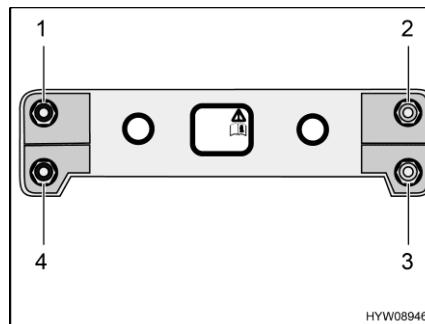

Fig. 17 Valvole di riempimento di emergenza
Nel vano motore sono installate quattro valvole di riempimento di emergenza (Fig. 17, 1 a 4) su una lamiera di sostegno. Queste valvole sono collocate in modo che in base alla loro posizione (nel senso di marcia) possano essere associate alle molle pneumatiche. Inoltre sono contrassegnate.
- Riempire uniformemente di aria compressa le valvole di riempimento di emergenza (Fig. 17, 1 a 4), fino al raggiungimento del livello di marcia normale del veicolo.